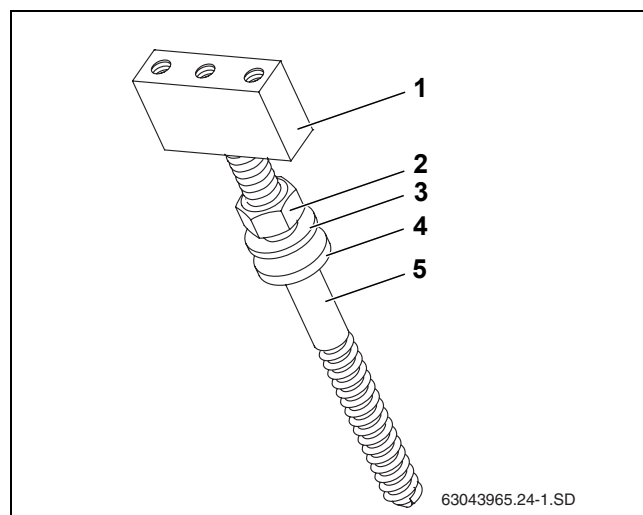

Fig. 23 Secuencia del montaje de los tornillos de doble rosca
- Durante el montaje de los tornillos de doble rosca, preste atención al orden de las piezas individuales (Fig. 23).
- Gire el taco de retención (Fig. 23, [1]) hasta el tornillo de doble rosca (Fig. 23, [5]).